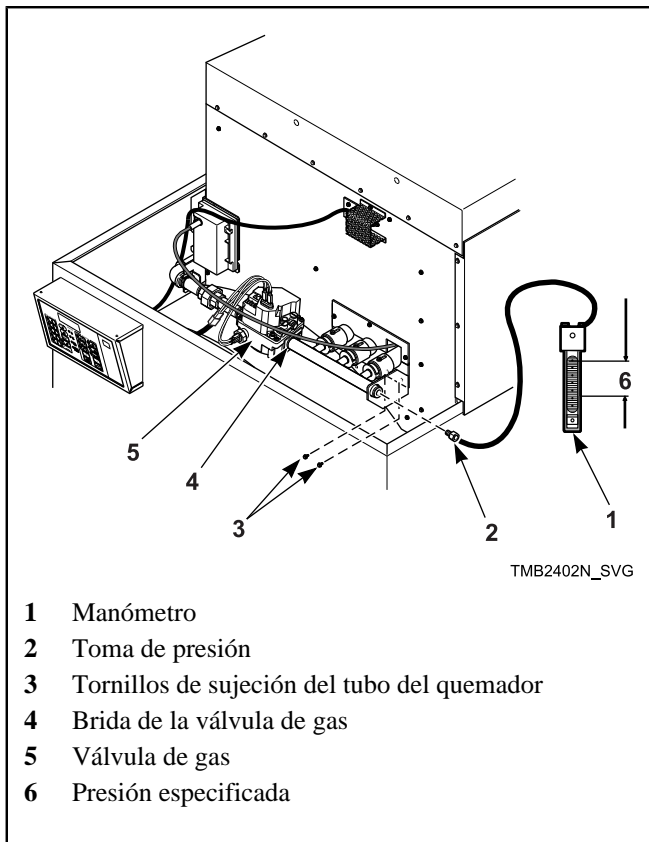

Figura 8
4. Arranque la secadora y anote la presión una vez que arda una llama. Quite la tapa del regulador y ajuste el tornillo regulador hasta lograr la presión en el orificio según la tabla correspondiente. Vuelva a colocar la tapa del regulador. Consulte la *Figura 8*.
1. Compruebe la presión en el orificio (múltiple) del quemador de gas de la forma siguiente. Consulte la *Figura 8*.